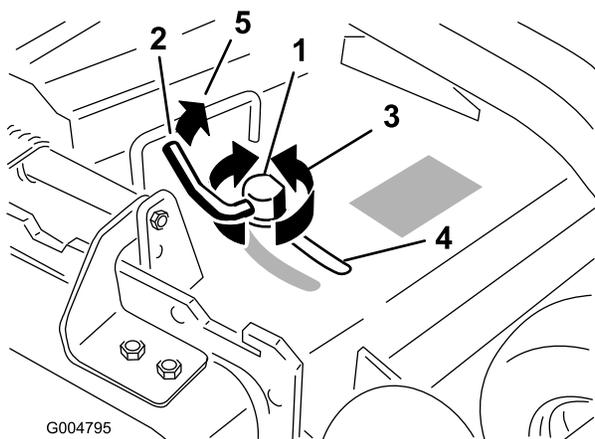

Figure 26
3. Pour régler le verrou à came, soulevez le levier pour desserrer le verrou (Figure 26).
5. Repoussez le levier à sa position d'origine pour serrer le déflecteur et le verrou (Figure 26).